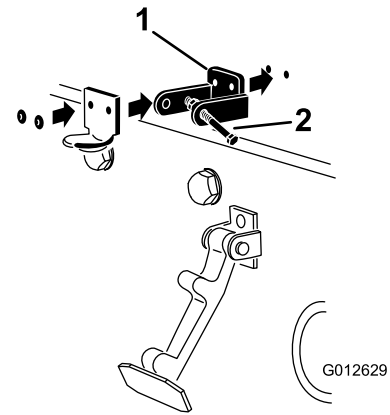

Figure 8
4. Alignez les trous de montage et positionnez le support de loquet CE et le support de loquet du capot sur le capot (Figure 8).
6. Rivez les supports et les rondelles sur le capot (Figure 8).